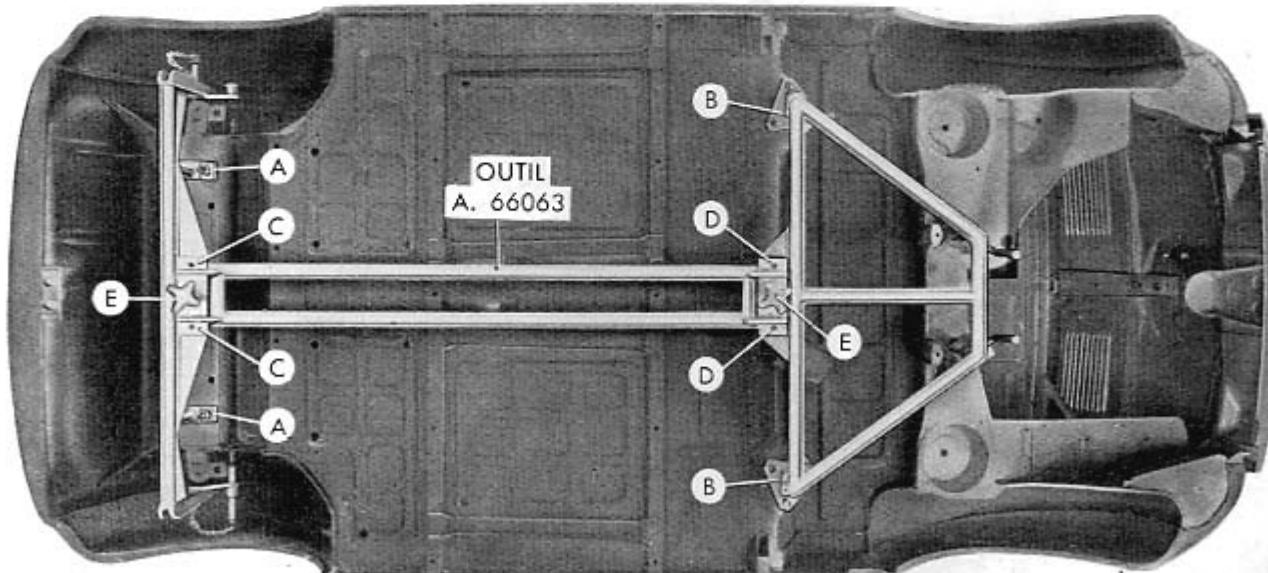

Fig. 430 - Contrôle du fond de la coque et de l'alignement des points d'attache des suspensions avant et arrière au moyen de l'outil A. 66063.
En cas de manque d'alignement par suite de déformations de la coque portante, les éliminer et vérifier les points d'attache des groupes mécaniques au fond de la coque, au moyen des cotes reportées fig. 428 ou bien de l'outil A. 66063 (fig. 430) prévu pour le contrôle du fond de plancher.
Après ces contrôles, monter la partie centrale de l'outil A. 66063; aux bouts de cette partie on a prévu deux trous pour la caler sur les tétons de centrage existant sur les parties avant (C) et arrière (D) de l'outil, outre un petit volant en forme de croix (E) de fixation des mêmes (fig. 430).